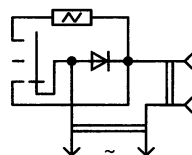

Рис. 11.4. Схема простейшего переключателя мощности паяльника
**Схема № 5.** По сравнению с диодом переменный резистор и не проще, и не надежнее. Но паяльник с диодом слабоват, а резистор позволяет работать без перекала и без недокала. Где взять мощный, подходящий по сопротивлению переменный резистор? Проще найти постоянный, а выключатель, применяемый в «классической» схеме, сменить на трехпозиционный (см. рис. 11.4).